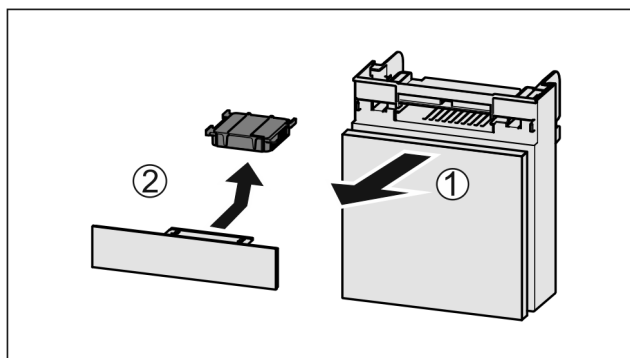

Fig. 38
- ▶ Pretinac izvucite Fig. 38 (1) prema naprijed.
- ▶ Izvadite filtar s aktivnim ugljenom Fig. 38 (2).